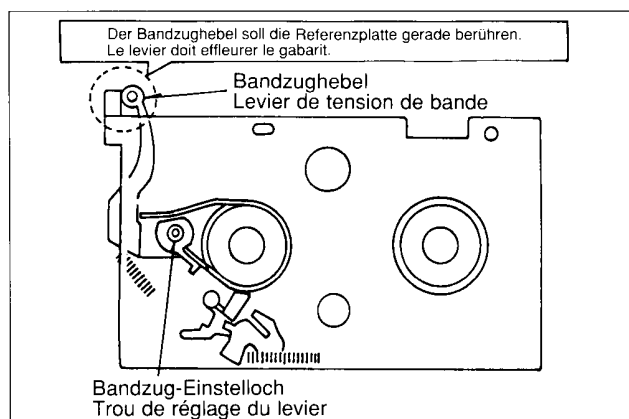

Fig. 32
4. Die Referenzplatte in das Laufwerk einsetzen und den Sechskantschlüssel in das Loch der Spannbandbefestigung einsetzen. Fig. 32
4. Placer le gabarit sur le mécanisme et la clef hexagonale dans le trou d'ancrage de la bande de tension. Fig. 32